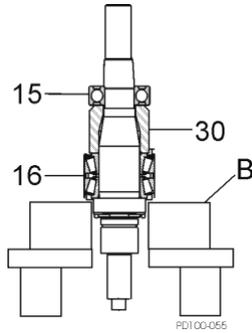

Ilustración 46 - Retirar los rodamientos del eje
11. Utilice una prensa hidráulica y abrazaderas en V (Ilustración 46, elemento B) para retirar los rodamientos (elementos 15 y 16) y el separador (elemento 30).